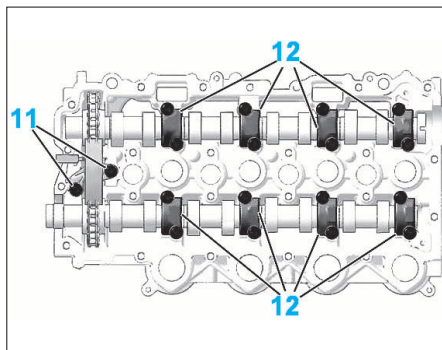

FIG. 76
- les vis de fixation (11) du tendeur de chaîne d'arbres à cames (Fig.76)